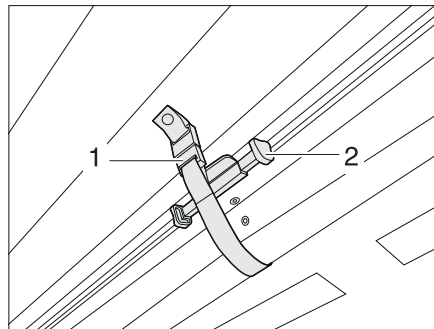

Bild 74 Plisségardin för vindrutan
- Lossa förslutningen på säkringsbandet (Bild 74,1) på plisségardinerna.
- Tryck ihop låset (Bild 74,2) på plisségardinens handtag och dra neråt till önskad höjd.
- Skjut försiktigt upp plisségardinernas handtag tills låset (Bild 74,2) snäpper fast
- Säkra plisségardinerna med säkringsbandet (Bild 74,1).
- Håll i plisségardinernas handtag på båda sidor och dra dem i handtaget (Bild 74,2) försiktigt till mitten av vindrutan tills magnetlåset håller plisségardinerna stängd.